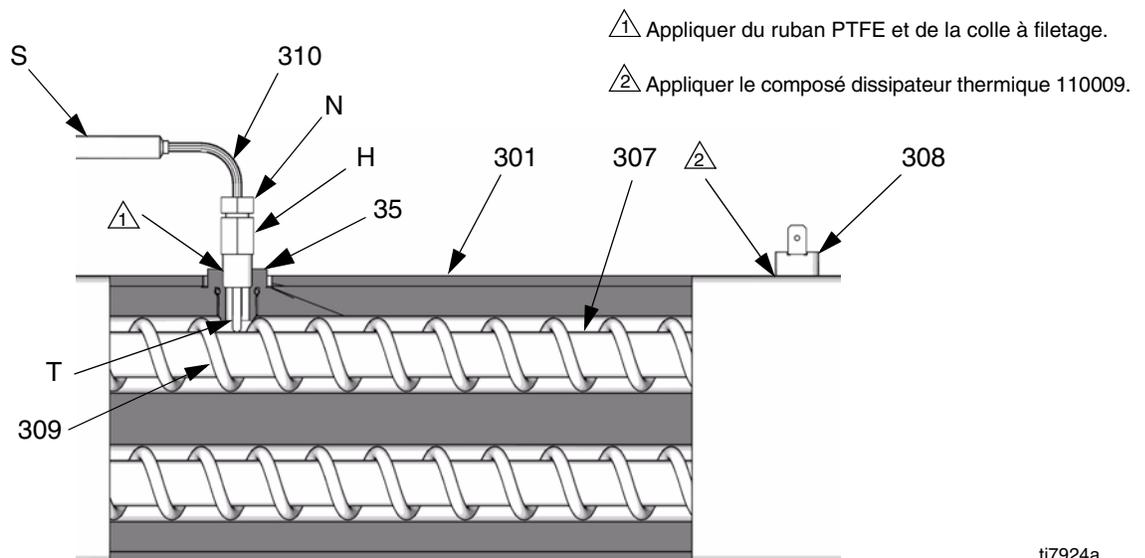

FIG. 9. Thermocouple
7. Voir FIG. 9. Desserrer l'écrou (N) de la bague. Retirer le thermocouple (310) du carter du réchauffeur (301), retirer ensuite le carter du thermocouple (H). Ne pas retirer l'adaptateur du thermocouple (305) sauf si nécessaire. Si l'adaptateur doit être retiré, s'assurer que le mélangeur (309) n'est pas sur le trajet pour remettre l'adaptateur en place.
8. Remettre le thermocouple en place, FIG. 9.
- a. Retirer le ruban de protection de la pointe du thermocouple (T).
- b. Appliquer un ruban PTFE et de la colle à filetage sur le filetage mâle et visser le logement du thermocouple (H) sur l'adaptateur (305).
- c. Enfoncer le thermocouple (310) de sorte que la pointe (T) soit au contact de l'élément chauffant (307).
- d. En maintenant le thermocouple (T) contre l'élément chauffant, serrer l'écrou de la bague (N) 1/4 de tour de plus.
9. Introduire les fils (S) dans le coffret et les visser sur le faisceau comme auparavant. Rebrancher les fils sur la carte.
11. À titre d'essai, allumer simultanément les réchauffeurs A et B. Les températures doivent monter de façon égale. Si un réchauffeur affiche une température plus basse, desserrer l'écrou (N) et serrer le thermocouple (H) de sorte que sa pointe (T) soit bien en contact avec l'élément (307).
5. Débrancher un fil du limiteur de température (308), FIG. 9. Contrôler la résistance du limiteur avec un ohmmètre. La résistance doit être d'env. 0 ohm.
6. Si le résultat du contrôle du limiteur n'est pas bon, retirer les fils et les vis. Rebuter le limiteur défectueux. Appliquer le dissipateur thermique 110009, monter le nouveau limiteur au même endroit sur le carter (301), et fixer avec les vis (311). Rebrancher les fils.